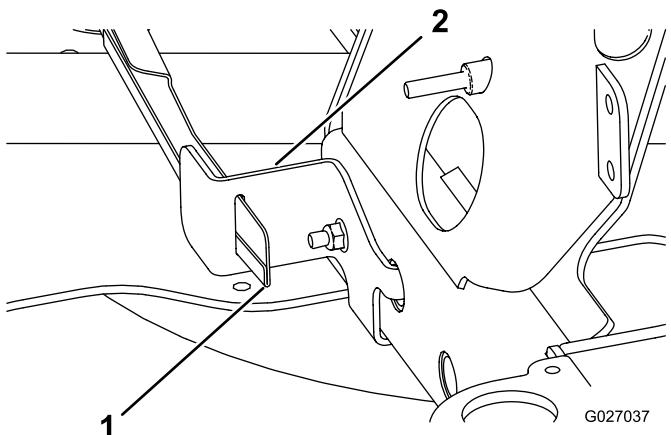
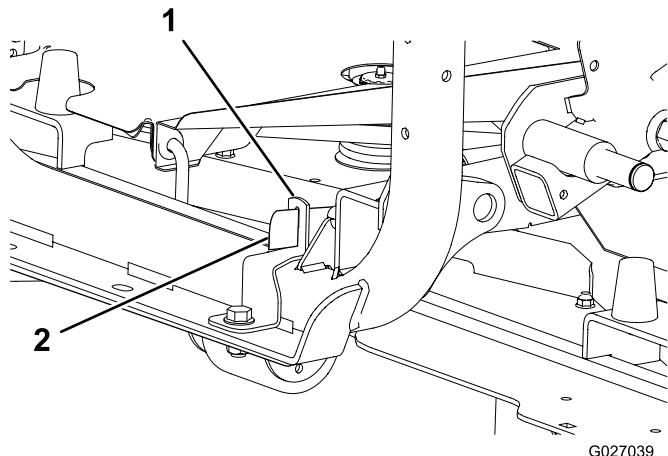

Figura 26
Figura 27
2. Instale el protector del árbol de transmisión a través de la ranura del soporte del protector que se instaló en el procedimiento 11 Montaje del soporte del protector (página 9); consulte Figura 26 o Figura 27.